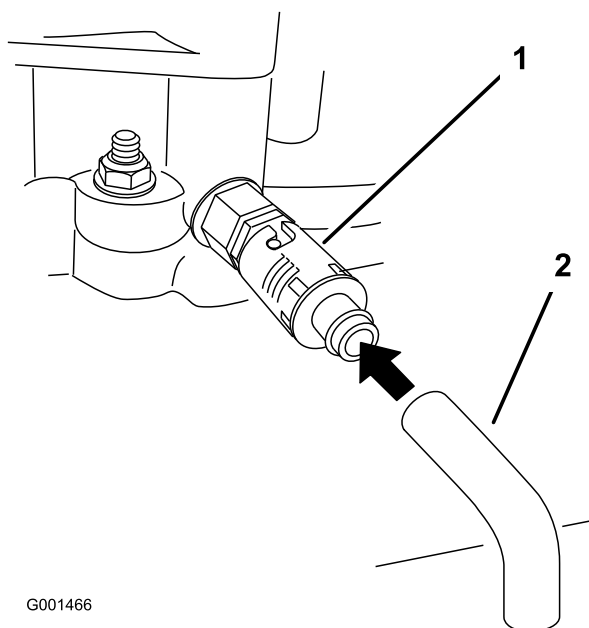

Figura 28
5. Coloque un recipiente debajo del tubo de vaciado. Gire la válvula de vaciado para que se drene el aceite (Figura 28).
7. Retire el tubo de vaciado (Figura 28).